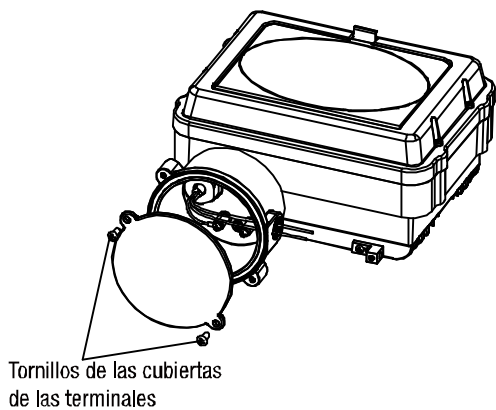

FIGURA 1
- Retire la tapa de la caja de terminales. (FIGURA 1)